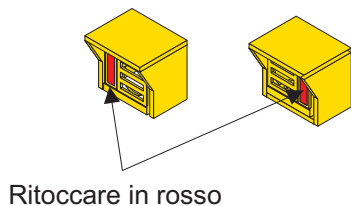

fig. 88
55) Inserire al termine della verniciatura le 4 coperture n° 121 e n° 122. Queste dovranno essere ritoccate con un puntino rosso nelle parti indicate in fig. 88.